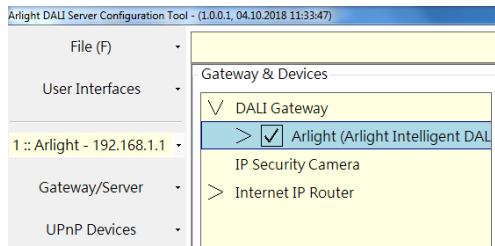

Рис. 3.
3. Для того чтобы увидеть список найденных контроллеров, выберите в списке пункт DALI Gateway (Рис. 3). Установите галочку напротив нужного контроллера. В пункте Gateway/Server появится адрес контроллера и в окне отобразятся параметры доступа.